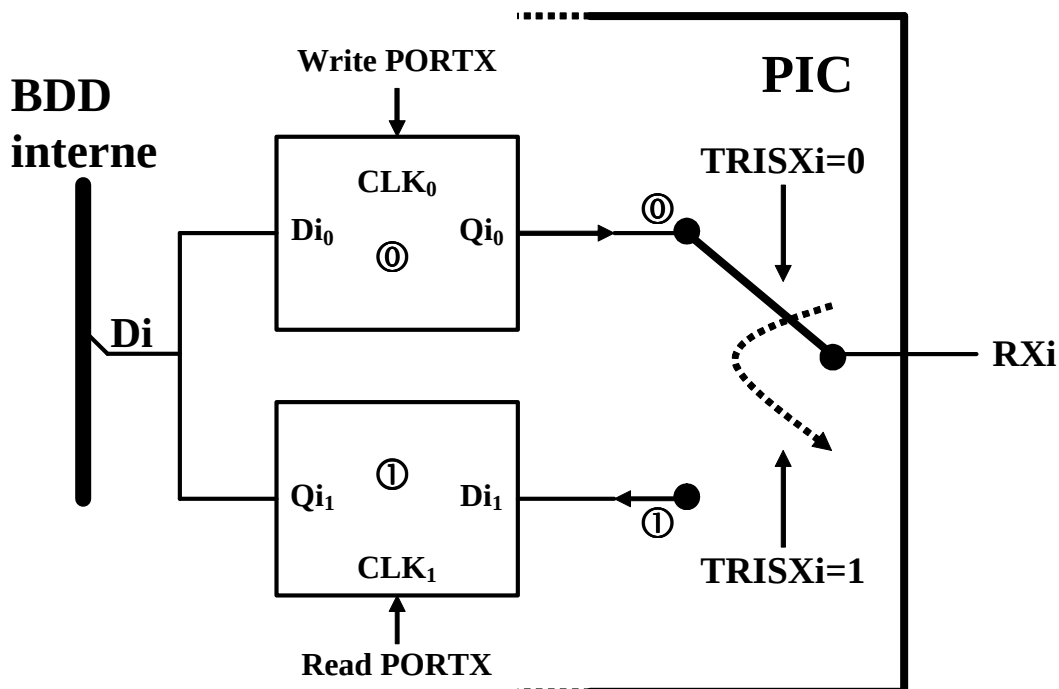

Figure VIII.4.
- le **schéma de principe** de la figure VIII.4., qui sans rentrer dans le détail de tous les éléments et signaux de commande qui interviennent au niveau de l'interface avec une quelconque broche extérieure **RXi**, fournit néanmoins des éléments pour répondre à cette question :